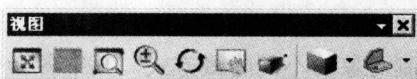

图 1-10 “视图”工具栏
- \* 在如图1-10所示的“视图”工具栏中单击相应的按钮，可控制视图的显示方式。